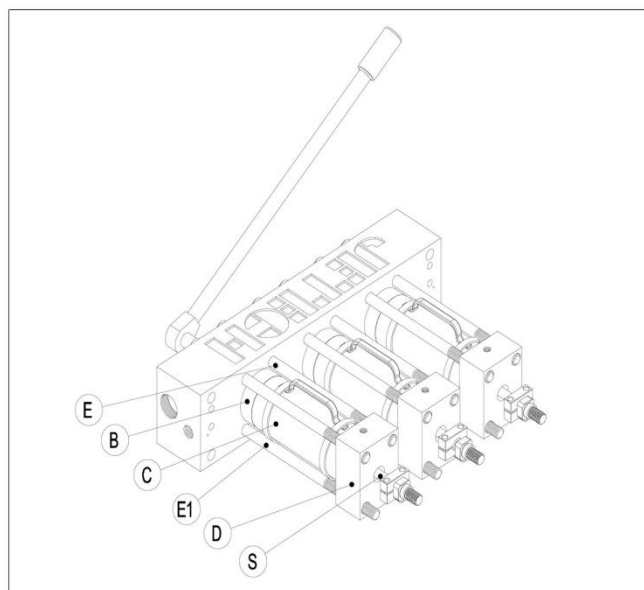

图 1
- 2) 用内六角扳手拧下需要进行维修的填料函上的四个螺栓 ( E , E1 ) (见图 1)